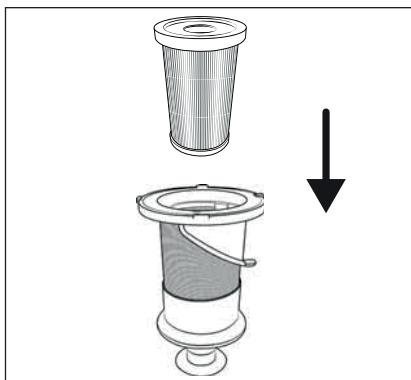

Fig. 24
**① Nota**
- 7) Inserire il filtro EPA 5 nel filtro in acciaio inox 6 (vedere fig. 24).